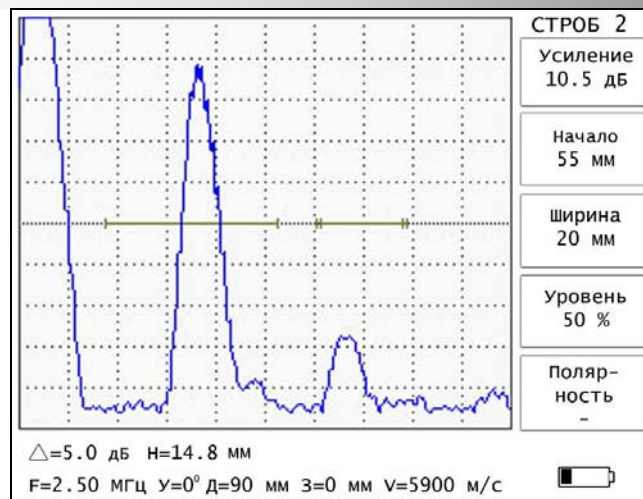

Рис. 5.9.
5.5.5. Меню **«СТРОБ 2»** аналогично меню **«СТРОБ 1»** (рис. 5.9).